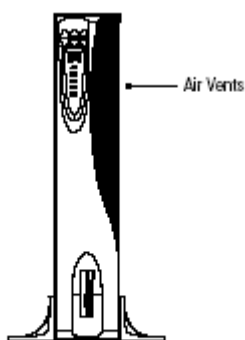

Figure 6. UPS Cabinet with Pedestals
3. Die Einheit vorsichtig so aufrichten, dass die Lüftungsöffnungen nach oben zeigen (siehe Abb. 6).